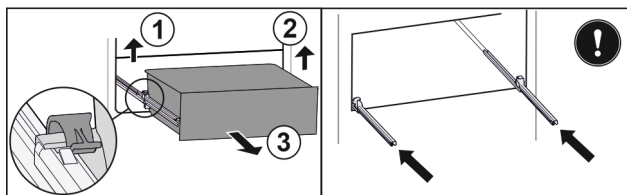

Fig. 119
- ▶ Løft venstre klemme og trekk samtidig skuffen fremover til venstre. Fig. 119 (1)
- ▶ Løft høyre klemme og trekk samtidig skuffen fremover til høyre. Fig. 119 (2)
- ▶ Ta ut skuffen framover. Fig. 119 (3)